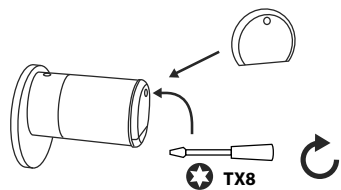

Fig. 4
④ Remplacez le couvercle avant et vissez-le fermement (Fig. 4).